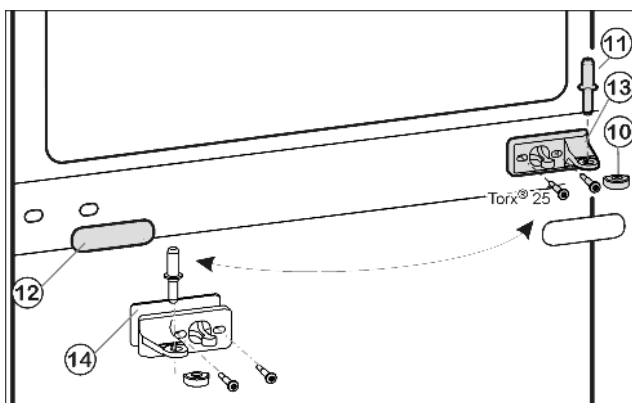
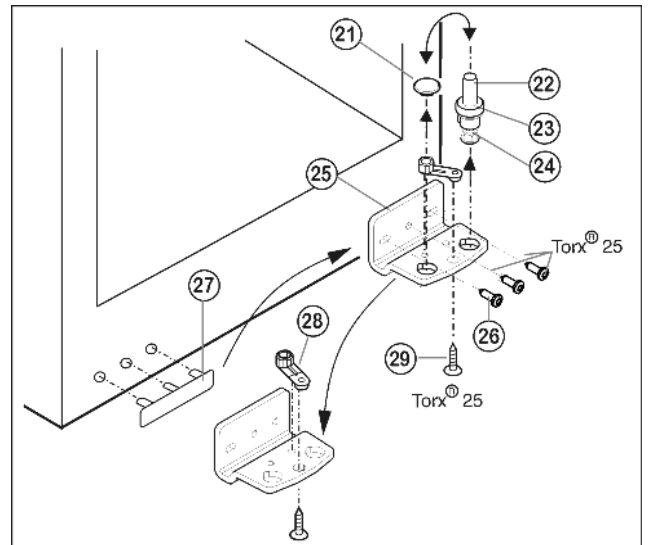

Fig. 9
Fig. 10
- ▶ Trekk den midtre lagerbolten Fig. 9 (11) ut av lagerbukken og den nedre døren.
- ▶ Trekk kunststoffkappen Fig. 9 (10) av.
- ▶ Skru fast den midtre lagerbukken Fig. 9 (13) (2 ganger Torx® 25).
- ▶ Trekk dekselet Fig. 9 (12) forsiktig av.
- ▶ Skru fast midtre lagerbukk Fig. 9 (13) med underlag Fig. 9 (14) på den nye hengselsiden, når den er snudd 180° (med 4 Nm).
- ▶ Snu dekselpanelet Fig. 9 (12) 180° og la det gå i inngrep igjen på den nye håndtakssiden.
- ▶ Trekk lagerbolten Fig. 10 (22) komplett, med skive Fig. 10 (23) og justeringsfot Fig. 10 (24), oppover og av.
- ▶ Løft av pluggene Fig. 10 (21).
- ▶ Skru lagerbukken Fig. 10 (25) av Fig. 10 (26).
- ▶ Skru lageret Fig. 10 (28) av Fig. 10 (29), flytt det over til festeullet til lagerbukken på motsatt side, og skru det fast igjen.
- ▶ Løft forsiktig av dekselet på håndtakssiden Fig. 10 (27) og flytt det over til den andre siden.
- ▶ Skru lagerbukken Fig. 10 (25) fast igjen på den nye hengselsiden, eventuelt ved hjelp av en batteridrevet skrumaskin (med 4 Nm).
- ▶ Sett pluggene Fig. 10 (21) inn i det andre hullet igjen.
- ▶ Sett lagerbolten Fig. 10 (22) komplett, med skive og justeringsfot, på igjen. Pass samtidig på at låsebolten peker bakover.
- ▶ Sett den nedre døren ovenfra ned på den nedre lagerbolten *Fig. 10 (22)*.
- ▶ Sett kunststoffkappen *Fig. 9 (10)* på igjen på den midtre lagerbukken *Fig. 9 (13)*.
- ▶ Sett den midtre lagerbolten *Fig. 9 (11)* på den nye hengselsiden gjennom den midtre lagerbukken *Fig. 9 (13)* i den nedre døren.
- ▶ Sett den øvre døren inn på den midtre lagerbolten *Fig. 9 (11)*.
- ▶ Juster ev. dørene over de to langhullene i nedre lagerbukk *Fig. 10 (25)* og midtre lagerbukk *Fig. 9 (13)* i flukt med enhetens kabinett. Skru ut den midterste skruen på nedre lagerbukk *Fig. 10 (25)*.